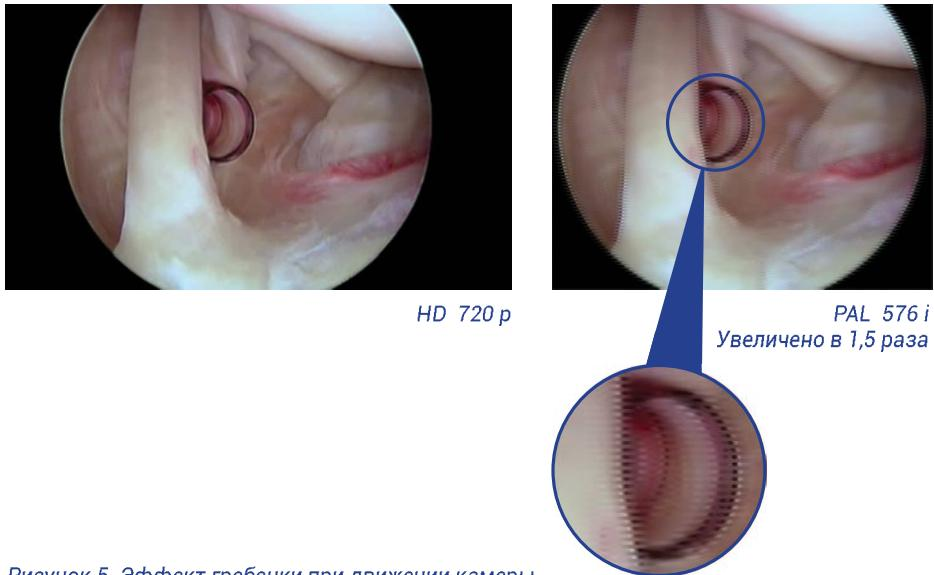

Рисунок 5. Эффект гребенки при движении камеры при чересстрочной развертке справа.
- наличие эффекта гребенки (расчески) на границах быстро движущихся объектов (рисунок 5);